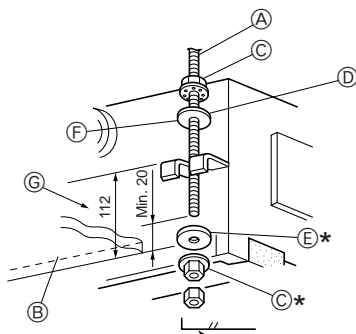

Fig. 2-7
1. Enrosque primeiro as anilhas ① ② (fornecidas) e as suas porcas (obtidas localmente) no parafuso de suspensão. (Fig. 2-7)